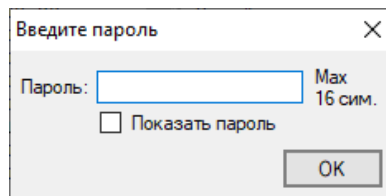

Рисунок 11 – Окно ввода пароля конфигуратора
5.3.6 Для активации команд перезапуска устройства СВ-03 и записи файлов на карту памяти требуется перейти из пользовательского режима в режим администрирования, нажав кнопку . После чего на экране появится окно с вводом пароля (см. рисунок 11). При совпадении пароля кнопка изменит вид на .
5.3.8 Для записи файла конфигурации из главного окна следует перейти в режим с административными правами (см. 5.3.6) и нажать кнопку  , выбрать необходимый файл. Для записи из окна файла конфигурации следует нажать кнопку . После чего на экране появится окно с вводом пароля (см. рисунок 11). При совпадении пароля файл конфигурации записывается в устройство СВ-03, при этом старый файл переименовывается в файл "config.bak" и новые параметры инициализируются при следующем перезапуске
5.3.10 Обновление прошивки устройства СВ-03 производится путем копирования по сети файла "sv\_03.bin" в память устройства. Перед обновлением ПО устройства СВ-03 следует сохранить текущую прошивку на диске компьютера, аналогично действиям 5.3.7. Для обновления прошивки устройства следует перейти в режим с административными правами (см. 5.3.6) и нажать кнопку  , выбрать файл "sv\_03.bin", после чего на экране появится окно с вводом пароля (см. рисунок 11). При совпадении пароля файл прошивки записывается в устройство СВ-03, при этом старый файл переименовывается в файл "sv\_03.bak". Новая прошивка применяется только после перезагрузки устройства СВ-03 по нажатию кнопки  или путем выключения и включения питания устройства СВ-03.